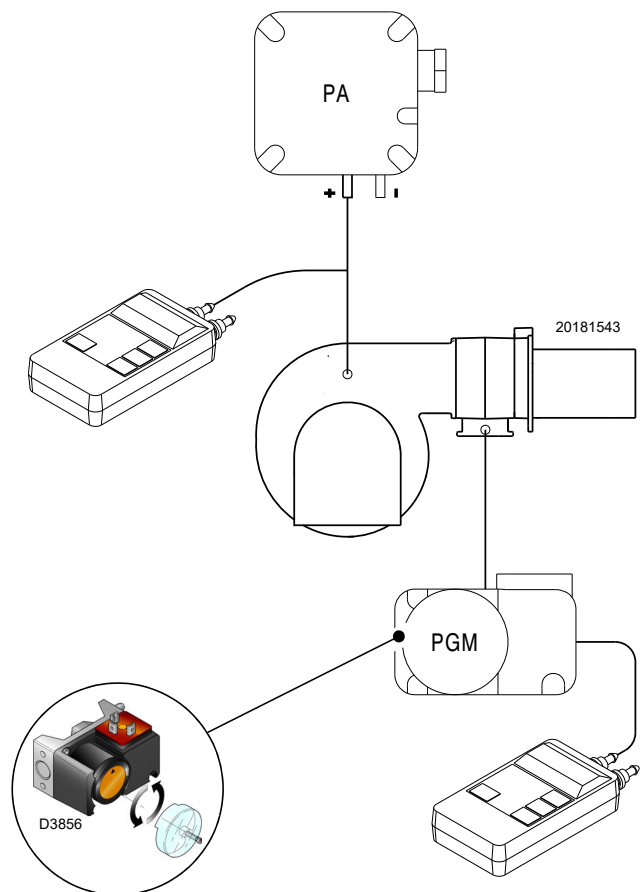

Abb. 29
- Stellen Sie den Maximal-Gasdruckwächter (Abb. 29) auf den Skalenendwert ein.
Die Einstellung des Maximal-Gasdruckwächters ausführen (Abb. 29), nachdem alle anderen Einstellungen des Brenners bei auf das Skalende eingestellten Maximal-Gasdruckwächter vorgenommen wurden. Um den Maximal-Gasdruckwächter zu kalibrieren, muss nach dem Öffnen des Hahns ein Manometer an die Druckentnahmestelle angeschlossen werden.